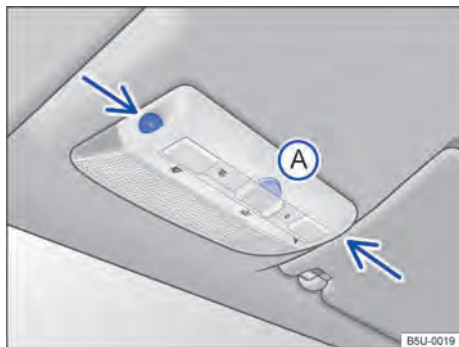

Fig. 50 No console do teto: sensores de monitoramento do interior do veículo e tecla **A** para desligar o monitoramento do interior do veículo.
O monitoramento do interior do veículo dispara o alarme com o veículo travado, se reconhecer movimentos no interior do veículo. O sensor e o receptor estão localizados no conjunto da lanterna de leitura → Fig. 50 (setas).
- Pressionar a tecla → Fig. 50 **A**. No painel de instrumentos, a luz de controle **🔔** se acende.